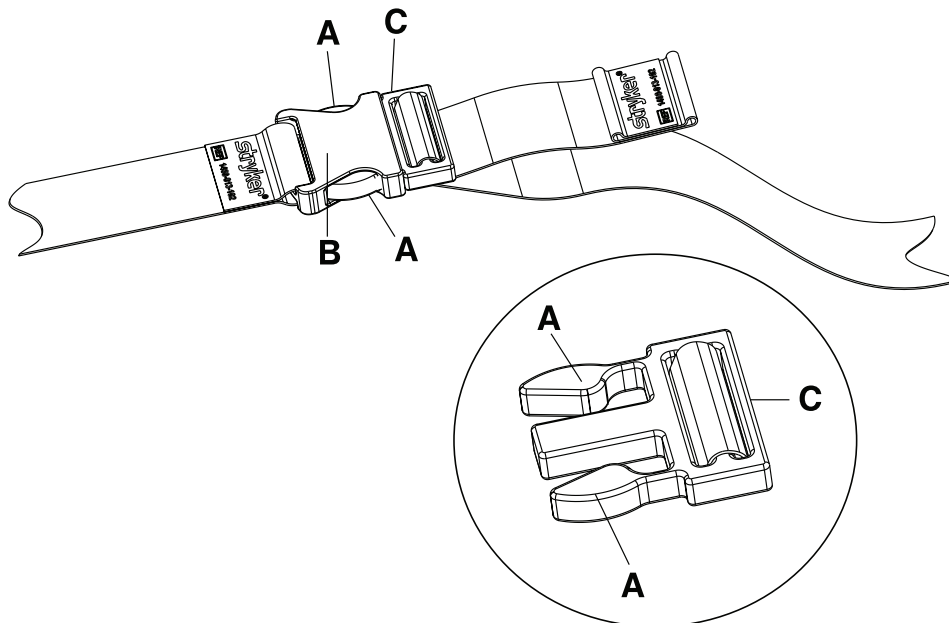
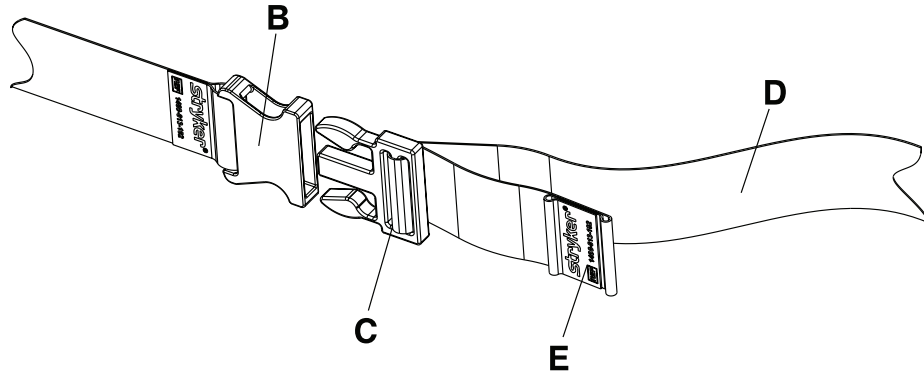

図15-16: ラップベルトを取り外す
図15-17: ラップベルトを締める
- ラップベルトを取り外すには (15-29ページの図15-16):
- バックルの留め金のタブ (A) を把持し、押し込みます。
- バックルレシーバー (B) を引き、バックルの留め金 (C) から取り外します。
- ラップベルトを締めるには (15-30ページの図15-17):
- バックルの留め金 (C) をカチッと音がするまでバックルレシーバー (B) に押し込みます。
- 片手でバックルの留め金 (C) を把持します (15-29ページの図15-16)。
- もう片方の手でストラップ (D) を把持します (15-30ページの図15-17) 。
- 希望する長さになるまでバックルの留め金 (C) からストラップを引き出します。
- 片手でバックルレシーバー (B) を把持します (15-29ページの図15-16)。
- もう片方の手でストラップの終端 (E) を把持します (15-30ページの図15-17) 。
- 希望する長さになるまでバックルの留め金 (C) からストラップを引きます。
- バックルの留め金 (C) が固定されていることを確認してください。余分のストラップがだらりと垂れ下がったり、車輪にからまったりしないようにしてください。